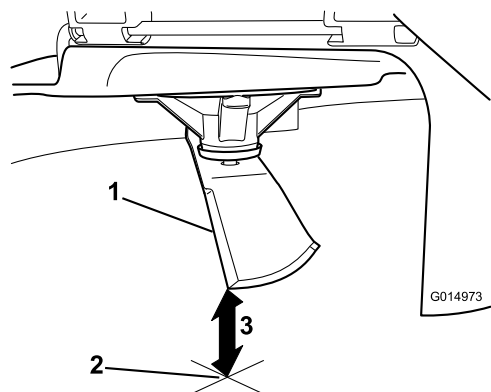

Bild 78
5. Messen Sie von der Messerspitze bis zu ebenen Fläche (**Bild 78**).